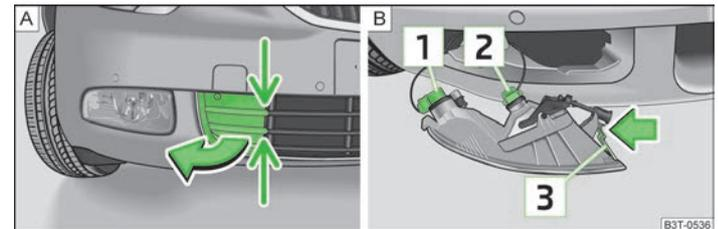

Abb. 188 Vorderer Stoßfänger: Abdeckung / Nebelscheinwerfer mit Tagfahrlicht
- › Die Abdeckung an den mit Pfeilen gekennzeichneten Stellen » Abb. 188 -  fassen und herausnehmen.
- › Die Hand in die Öffnung, in der sich die Abdeckung befand, führen und die Rastnase **3** » Abb. 188 - **B** drücken.